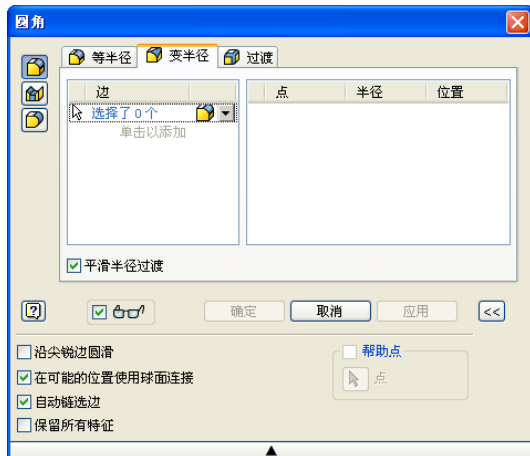

图 3-31 “变半径”选项卡
② 变半径圆角:如果要创建变半径圆角,可选择【圆角】对话框上的【变半径】选项卡,此时的【圆角】对话框如图 3-31 所示。创建变半径圆角的原理是首先选择边线上至少三个点,分别指定这几个点的圆角半径,则 Inventor 会自动根据指定的半径创建变半径圆角,创建变半径圆角的一般步骤是: